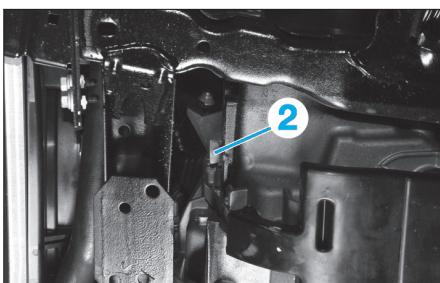

Fig. 2
- Déposer le bouchon de remplissage (2) (Fig.2).